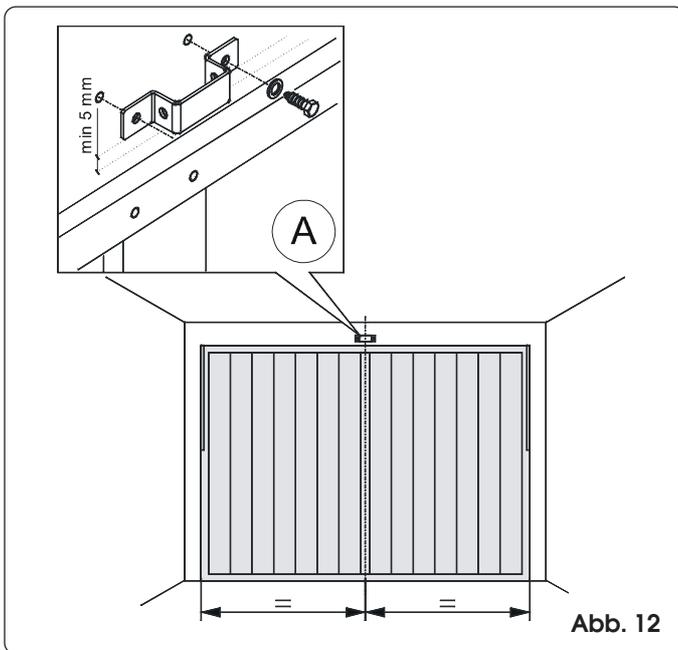

Abb. 12
- 1) Zeichnen Sie am Sturz einen der senkrechten Mittellinie des Tors entsprechenden Strich an (Abb. 12).
- 3) Bringen Sie den Fixierbügel des vorderen Anschlusses an, wobei die Unterkante um mindestens 5 mm über der Schnittstelle der Linien und mittig zur senkrechten Linie liegen soll (Abb. 12). Im Hinblick auf die richtige Bügelposition zum Anschlusspunkt des Tors beachten Sie bitte auch die Angaben in Abschnitt 7.2.